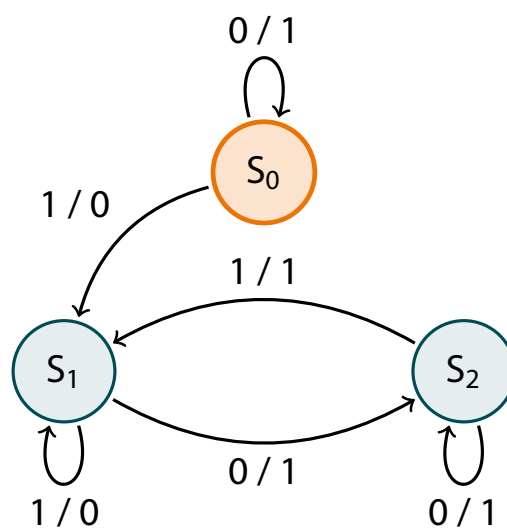

Abbildung 1: Zustandsgraph mit Startzustand S_0
Betrachten Sie ab hier für den Rest der Aufgabe 1 das nachfolgende in Form des Zustandsgraphen in Abbildung 1 gegebene Schaltwerk. Als Zustandskodierung ist die Binärdarstellung der Zustandsnummern zu verwenden.
- h) Vervollständigen Sie die nachfolgende Übergangstabelle für das Schaltwerk aus Abbildung 1.
- i) Die Zustandsübergangsfunktion $Z_{1, \text{KKN}}^{n+1}$ des Schaltwerks aus Abbildung 1 sei gegeben als
- j) Die Zustandsübergangsfunktion $Z_{0, \text{DKN}}^{n+1}$ des Schaltwerks aus Abbildung 1 sei gegeben als
k) Verwenden Sie für das Schaltwerk aus Abbildung 1 die Zustandsübergangsfunktionen